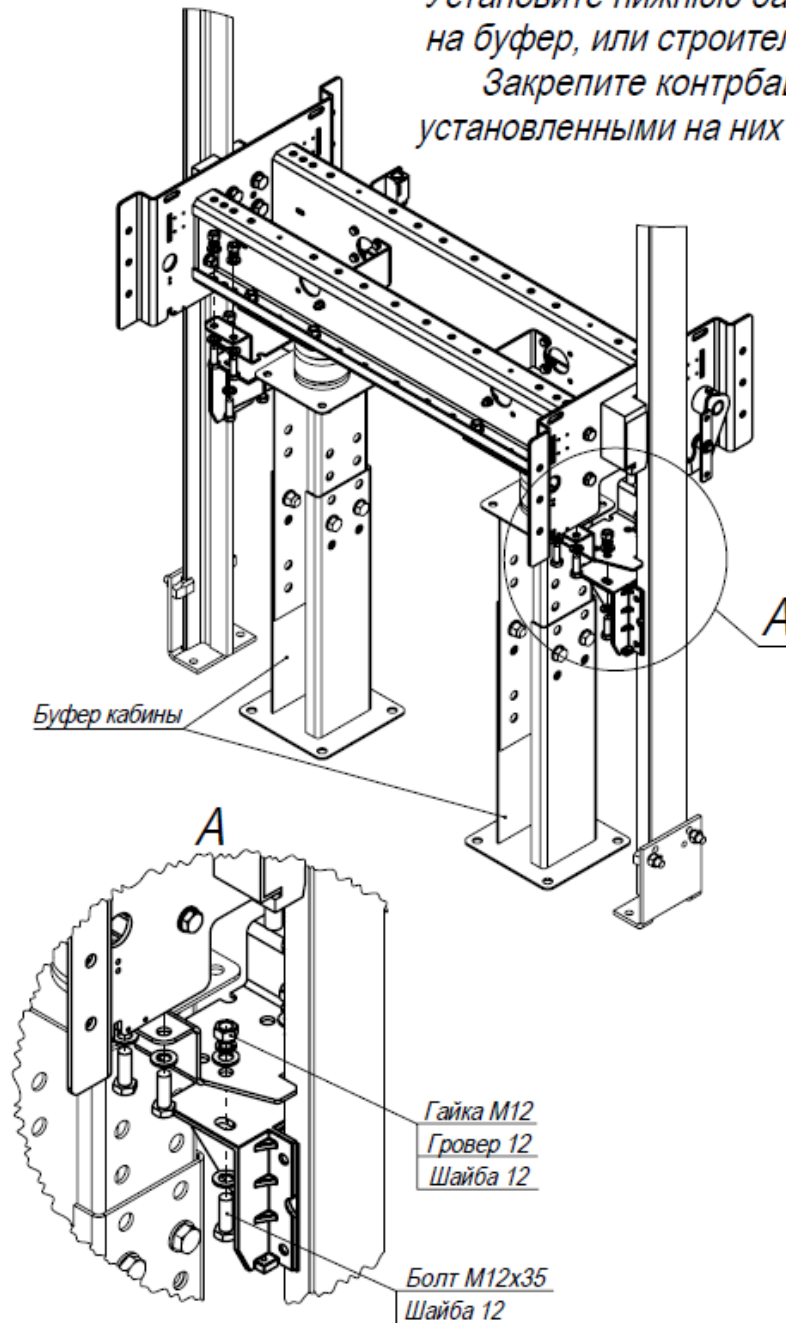

Рис. 16
7.1.1 Установить на деревянные бруски нижнюю балку кабины. А для этого - с нижней балки каркаса снять один башмак, застропить балку и с помощью монтажной лебедки установить её на балки в шахте, заведя башмак в направляющую, и после установки второго башмака расстропить балку.(рис.16)